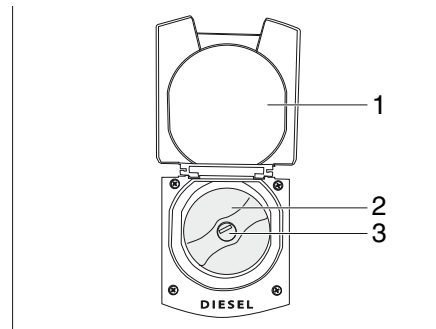

Fig. 33 Sportellino aperto con bocchettone di rifornimento di carburante
- Chiudere lo sportellino (Fig. 33,1).